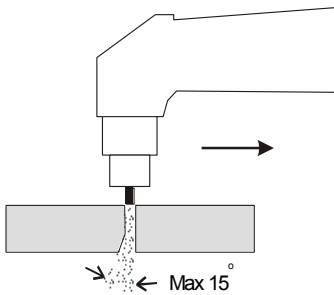

Abb. 8
1. hohe Geschwindigkeit des Schneidens (überzeugen Sie sich, ob die Neigung des durchdringenden Schneidlichtbogens nicht ca. 15° überschreitet (siehe Abb. 8))